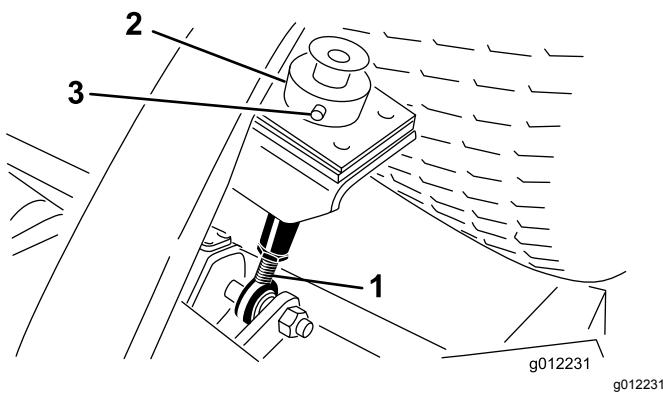

Bild 9
5. Nehmen Sie den Lastösenbolzen und den Splint ab, mit denen der Schnitthöhenstellring hinten am Mähwerk an der Schnitthöhenstange befestigt ist (**Bild 9**).